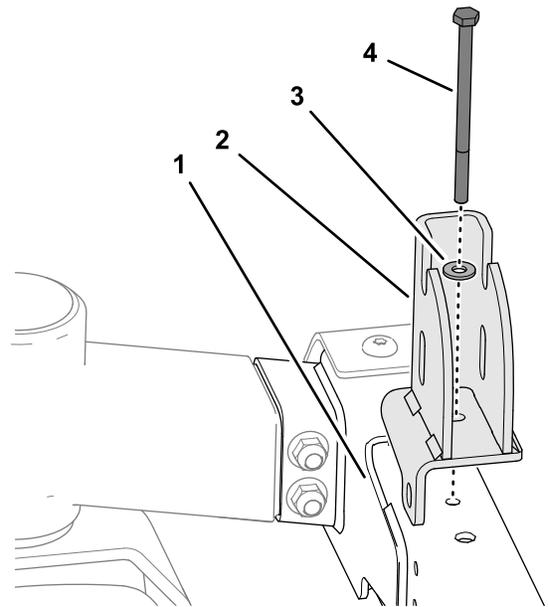

Figura 8
- 1. Montate la staffa della maniglia per trazione assistita sulla guida sinistra del telaio con la vite a testa cilindrica (1/4" x 4") e la rondella (1/4" x 5/8") come mostrato nella Figura 8.